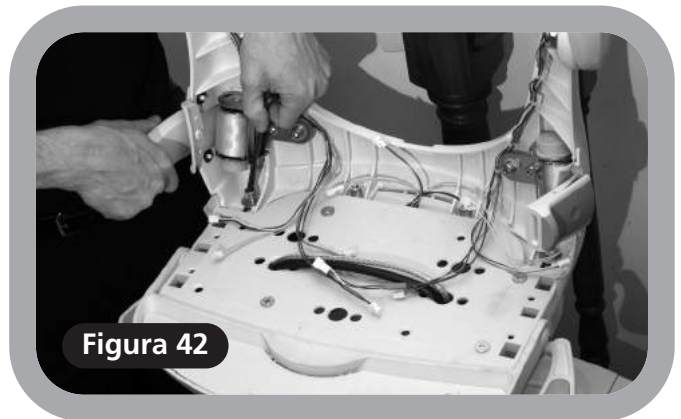

Figura 42
- 1 Coloque el respaldo del asiento sobre la base del asiento y usando la llave Allen punta de bola de 6mm asegúrelo con los cuatro pernos y las cuatro arandelas que se suministran (**Figura 42**).